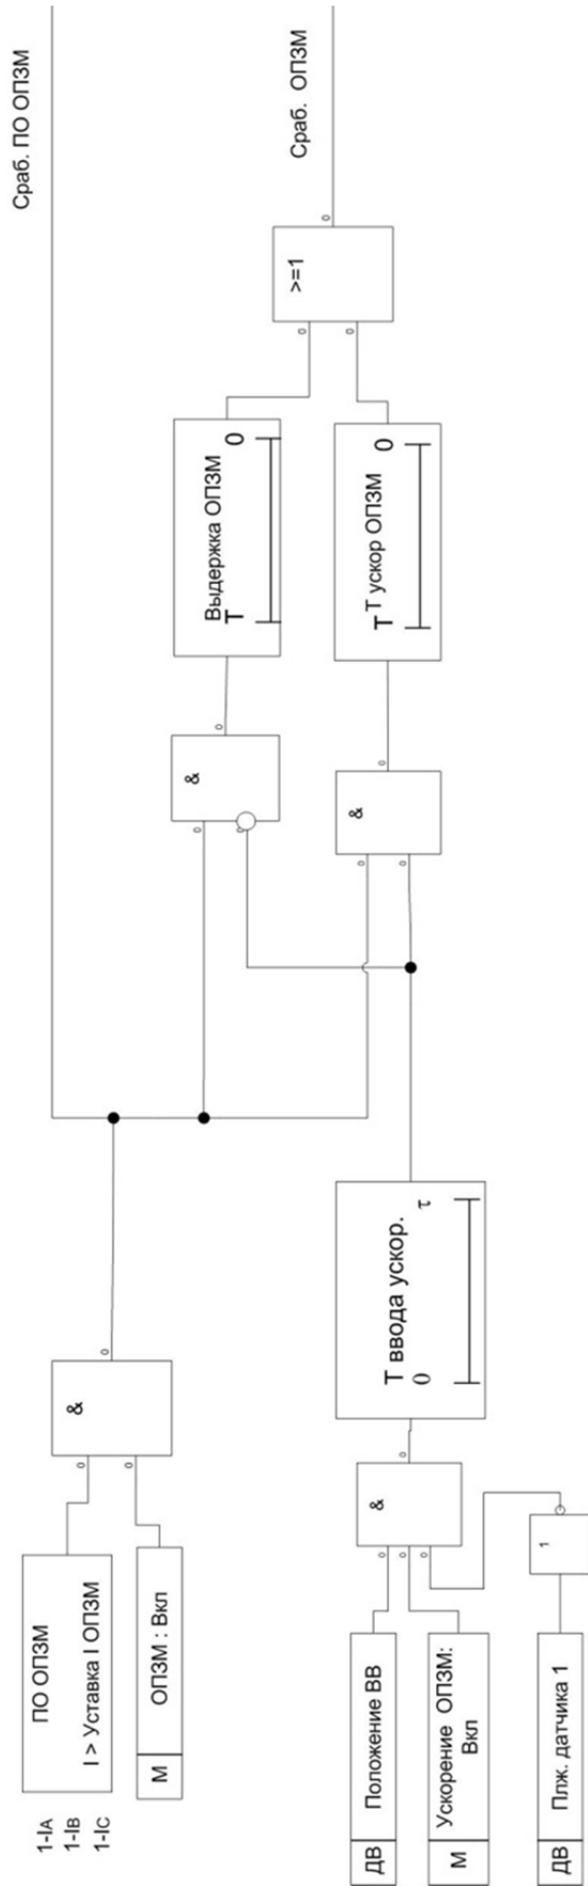

Рис. 3.9 Функция отключения при пуске на загорможенный механизм
3.6.6 Функциональная схема ОПЗМ показана на рис. 3.9. На функциональной схеме присутствуют следующие обозначения: